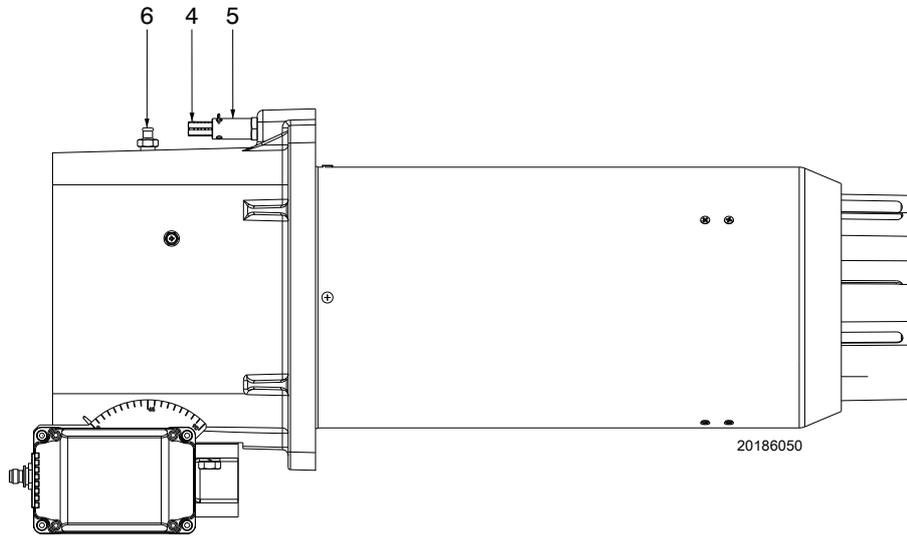

图 16
► 旋转螺丝 4) (图 16) 直到找到的刻槽与法兰的前表面 5) 对齐。